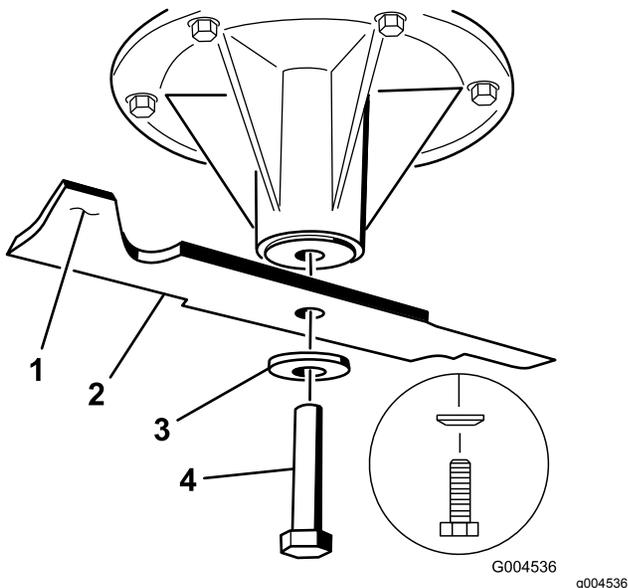

Figura 94
- Instale la cuchilla en el eje (Figura 94).
- Instale la arandela de muelle y el perno de la cuchilla (Figura 94).
Nota: Instale la arandela elástica con el cono hacia la cabeza del perno (Figura 94).